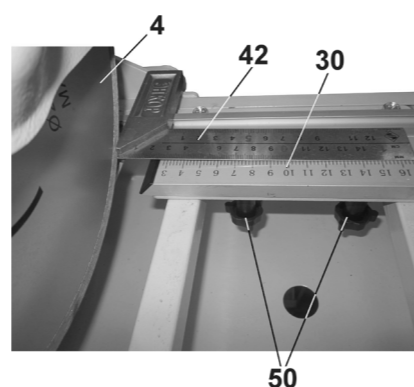

Рис.13
10.2.2. Как показано на рис.13., проверьте показание линейки фронтального упора (30) относительно отрезного диска (4) с фактическим размером. Для корректировки положения линейки фронтального упора (30) ослабьте положение двух винтов фиксации (50), установите и закрепите фронтальный упор (30) в соответствии с показанием мерительного инструмента (42).